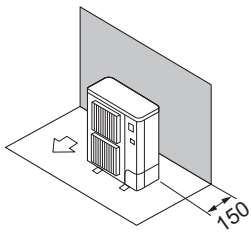

Fig. 3-5
- ① Alleen obstakels aan de achterzijde (Fig. 3-5)